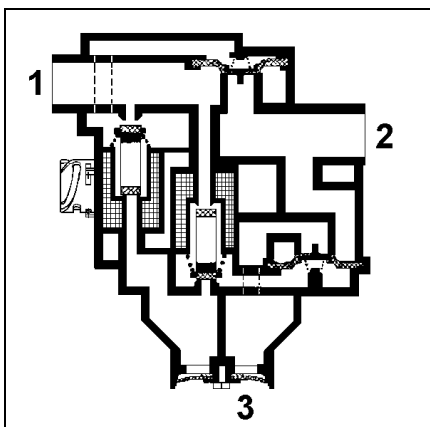

Fig. 17
**Menținerea presiunii:** (Fig. 17)